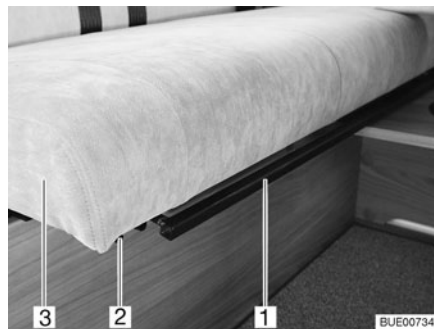

Fig. 11 Ajuste del respaldo del banco
- Tirar o presionar el estribo (Fig. 11,1) debajo de la superficie del asiento (Fig. 11,3) hacia arriba y mantenerlo en esta posición.
- Desplazar la superficie del asiento con precaución sobre los rieles (Fig. 11,2) hacia adelante hasta alcanzar la posición deseada o el tope.